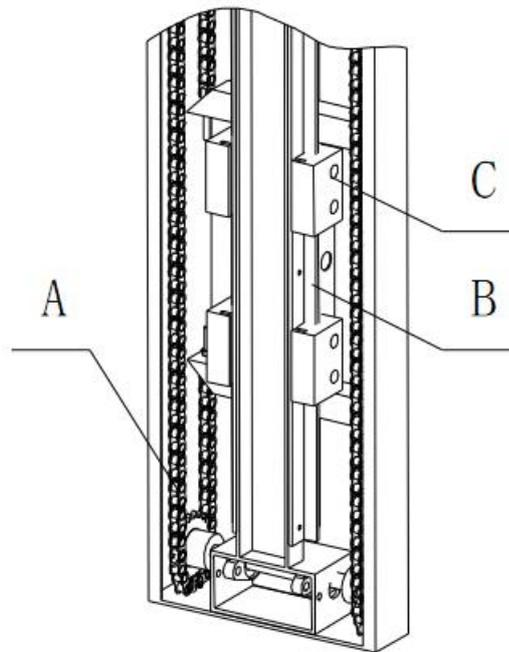

Рис. 23
- 1.1 Откройте крышку двигателя, осторожно смажьте звездочку цепной передачи А и цепной привод смазкой (Рис. 23) (рекомендуется проводить смазку каждые три месяца).
1.2 Смажьте направляющую подъемного устройства В (отрезок хода скользуна С) смазкой (Рис. 23) (рекомендуется проводить смазку каждый месяц)